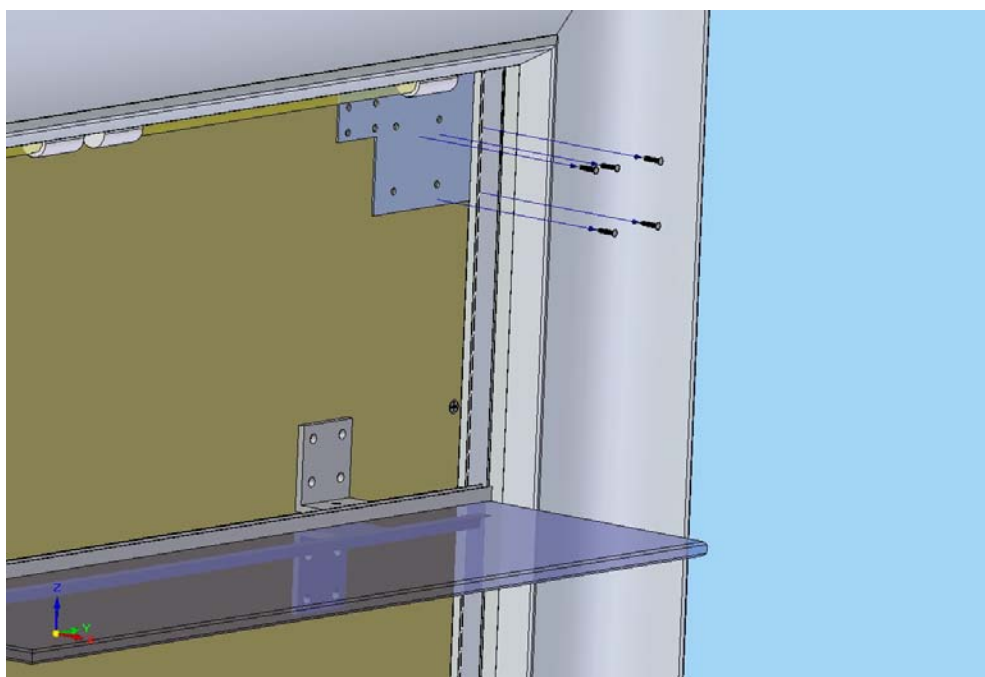

Figura 10
- 4 Fissare la cornice con le viti per truciolare in dotazione figura 10